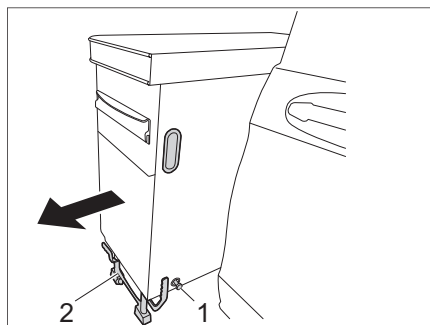

Figure 30 Déplier le pied
- Tirer le levier (Figure 30, 1) du dispositif d'arrêt du pied vers l'extérieur. Les supports (Figure 30, 2) pivotent vers le bas.
- ▷ Veiller à ce que les supports (Figure 30, 2) s'encliquètent.
- Tirer le bloc cuisine vers l'extérieur et le placer sur le support (Figure 30).